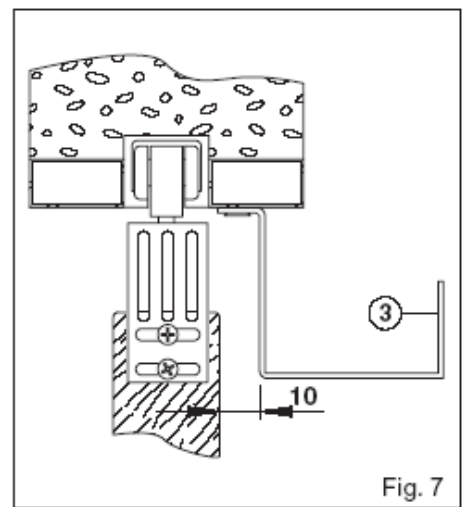

Fig. 7
4.4 Monter dørbladet og fest motorkassen (3) på veggen som vist i Fig. 7 (motorkassen er utstyrt med sleidespor for justering av avstanden mellom motorenheten og dørbladet).